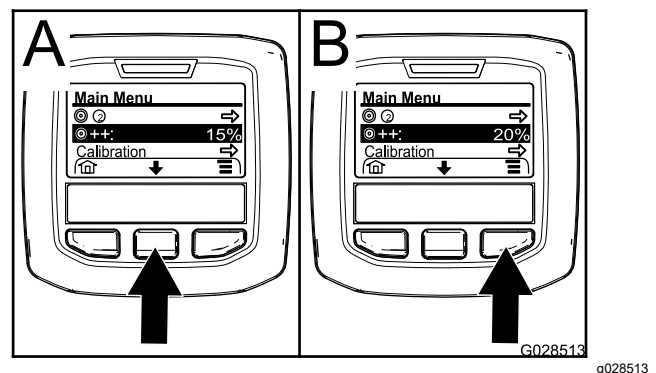

Figura 67
2. Dacă este necesar, apăsai pe butonul central de selectare pentru a evidenția rata de aplicare amplificată (Figura 67).
Notă: Pictograma pentru rata de aplicare amplificată prezintă 2 semne (+) amplasate în partea dreaptă a unei inte (Figura 67).
3. Apăsai pe buton de selectare din dreapta (Figura 67) pentru a mări procentul de amplificare în pași de 5% (maximum 20%).